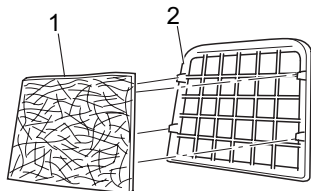

Abb. 31
5. Setzen Sie den neuen Motorschutzfilter (Abb. 31/1) in den Halter (Abb. 31/2) ein und schieben Sie den Halter wieder zurück in die Halteschienen.